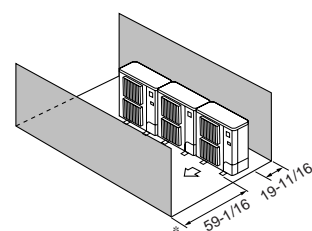

Fig. 2-11
- ④ Obstáculos sólo en la parte delantera y trasera (Fig. 2-11)